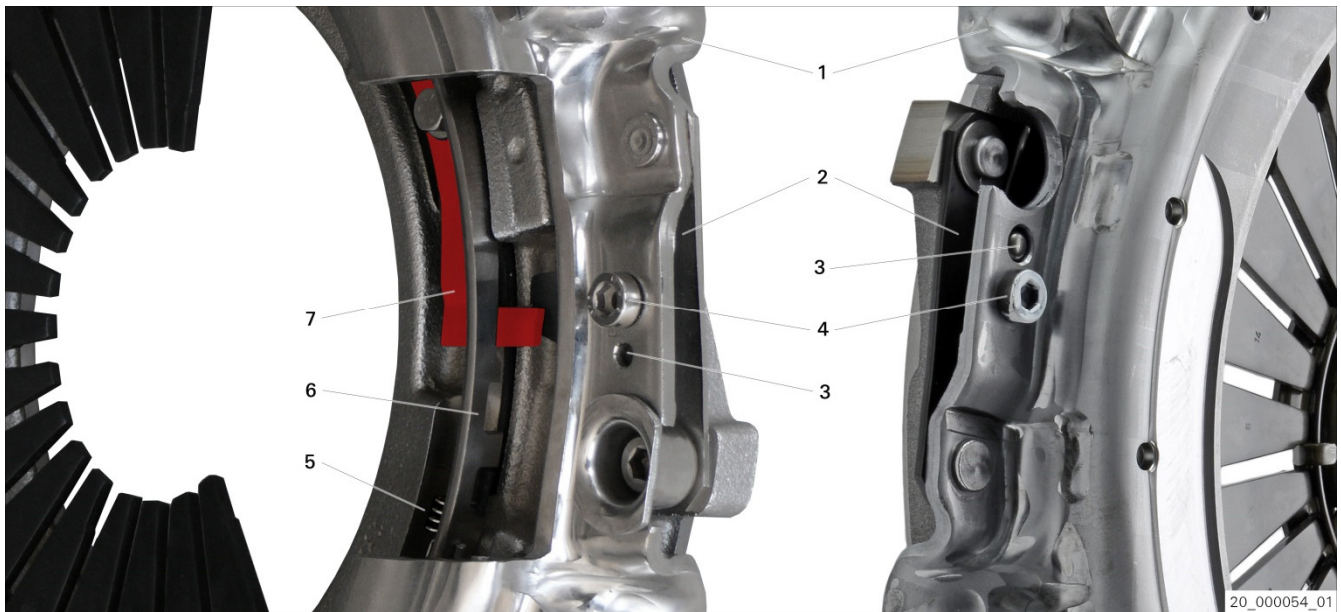

Fig. 1: Placa de presiune XTend cu șurub opritor
- La montarea unui nou disc de ambreiaj înlocuiți întotdeauna și placa de presiune. Mecanismul automat de compensare a uzurii (fig. 1) **nu** poate fi pus la loc.
Placa de presiune XTend cu șurub opritor (Fig. 1)